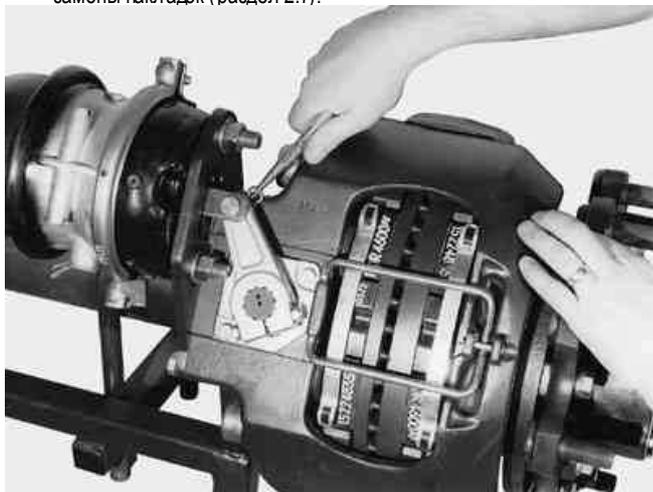

РИС. 20
2. Удалите расположенные на рычаге 'R' зажим и штифт с головкой и отверстием под шплинт (Рис. 20).
6. Установите 'R' зажим и штифт с головкой и отверстием под шплинт (Рис. 20).